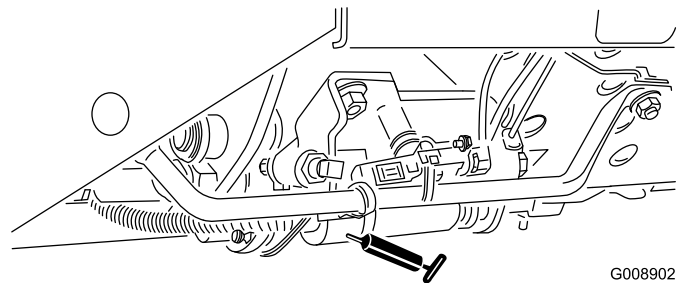

Figure 41
- Sélecteur de tonte/transport (**Figure 41**)